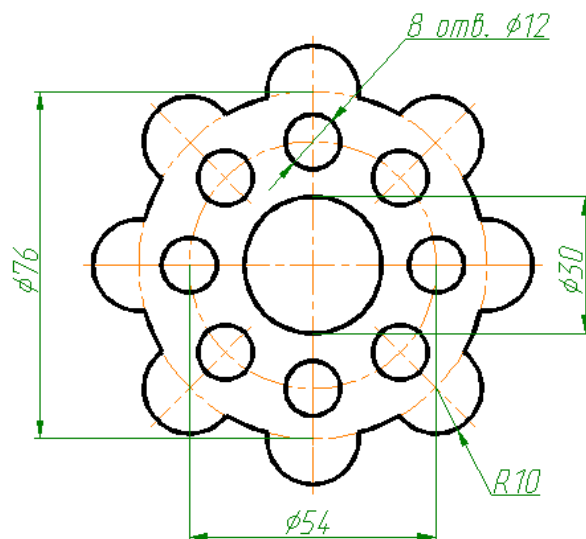

Рис. 1.68. Деталь для построения
В качестве примера рассмотрим выполнение чертежа детали, показанной на рис. 1.68. Прежде чем приступить к созданию чертежа, необходимо проанализировать деталь и мысленно составить алгоритм его выполнения. Для выполнения чертежа детали можно создать новый файл.
8. Нанесите размеры, как на рис. 1.68.